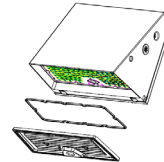

Fig. 3.2
2. Détacher les optiques d'origine du luminaire (Fig. 3.2).